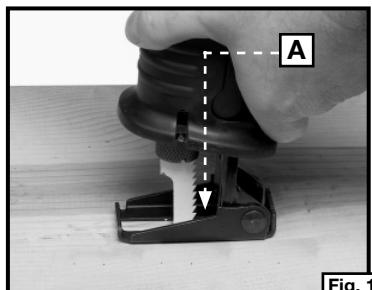
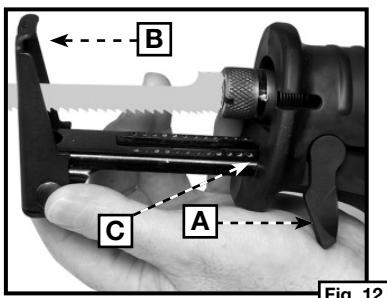

Fig. 11
Fig. 12
La **Modelo 750** son suministrados con un cambio sin llaves de Quick-Change™ girando zapato de guía. La zapata (A) Fig. 11 sirve de apoyo durante los cortes. Su movimiento giratorio permite la inclinación gradual de la sierra hasta llegar a la posición perpendicular mientras se mueve hacia el operario.
Para ajustar, girar (A) Fig. 12 de palanca, liberar el girando zapato (B) de guía. Ajuste a la posición deseada y cierre palanca (A) Fig. 12. El Cambio sin llaves de Quick-Change™ girando zapato de guía se diseña con un labio (C) Fig. 11 levantado en el fin que previene el zapato de la guía de cerrar en la posición si se extiende fuera también lejos. Después que ajustar, se cerciora la palanca que cierra es encerrada completamente el (A) Fig. 12 cerrado de la posición.